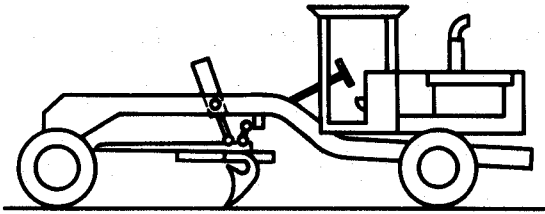

Figure 1 — Niveleuse à quatre roues
5.1.1.1 À quatre roues (voir figure 1)